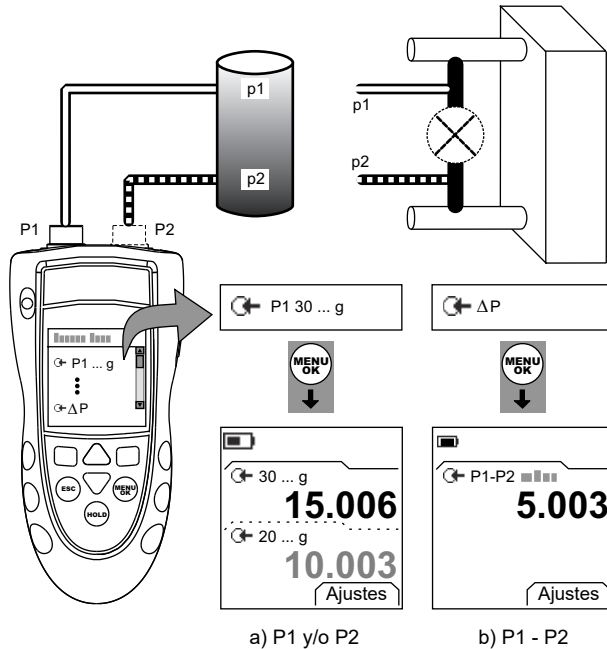

Figura 2: Ejemplo de configuración - Medición de presión
1. Conecte el instrumento (Figura 2) y, si es necesario, ajuste la opción *Configurar* (Tabla 1).
Los ejemplos de la Figura 2 muestran:
1. Conecte el instrumento al patrón de presión (Figura 2).